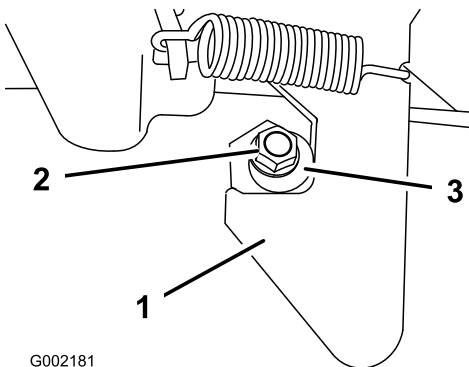

Figure 68
1. Desserrez le contre-écrou au bout de l'ergot de verrouillage (Figure 68).
2. Tournez l'ergot de verrouillage dans le sens horaire jusqu'à ce qu'il soit bien serré contre la partie en crochet du loquet (Figure 68).